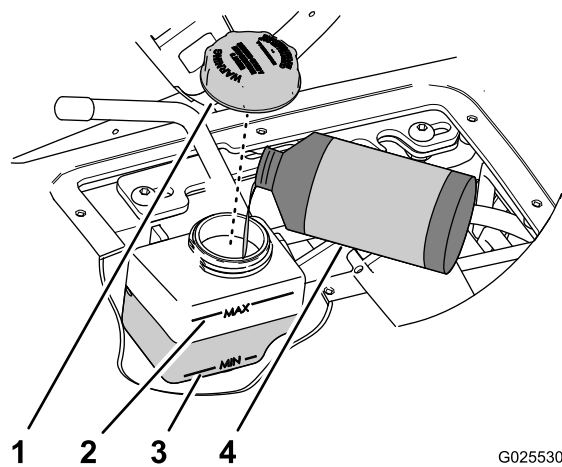

図 61
- 速度コントロールシリンダのオイル溜めの油量を点検する 図 61。
- タンクのキャップの周囲をきれいに拭く 図 61。
- タンクからキャップを取る 図 61。
- オイル溜めの側面についている Min マークと Max マークの間に油面がくるように、所定のオイルを補給する 図 61。
- キャップを取り付けて手締めする 図 61。